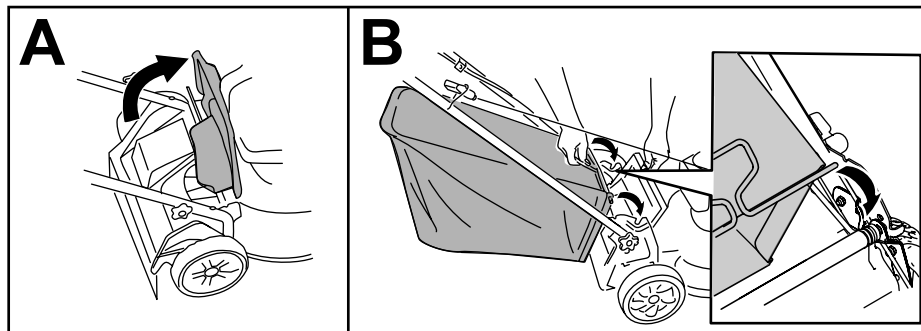

Figura 14
1. Ridicai deflectorul spate (A din Figura 14).
2. Introduceți capetele tijei sacului pentru iarbă în canelurile de pe consolele mânerului (B din Figura 14).